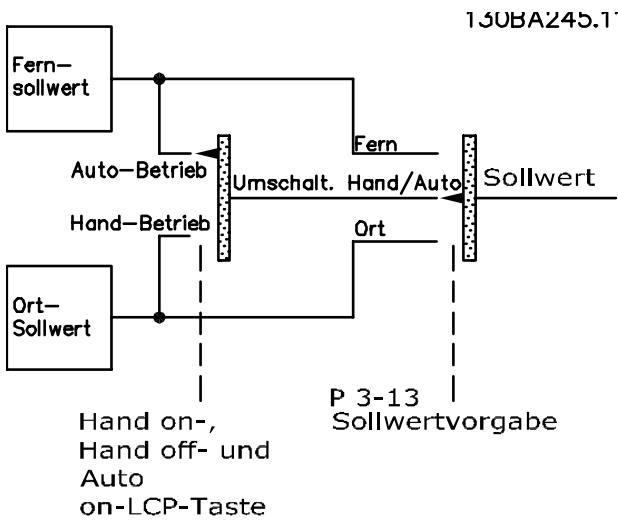

Abbildung 2.10 Aktiver Sollwert
- *Abbildung 2.10* veranschaulicht das Regelverfahren, das sich durch die Auswahl des aktiven Sollwerts (Ort oder Fern) ergibt.